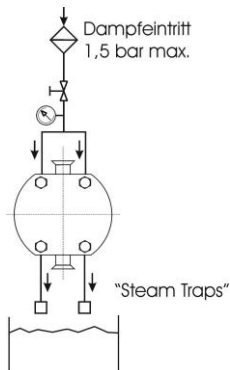

Abb. 3
- o Dampf sollte an der höchsten Stelle zugeführt werden und an der niedrigsten Stelle austreten, damit Kondensat abfließen kann (Abb. 3).